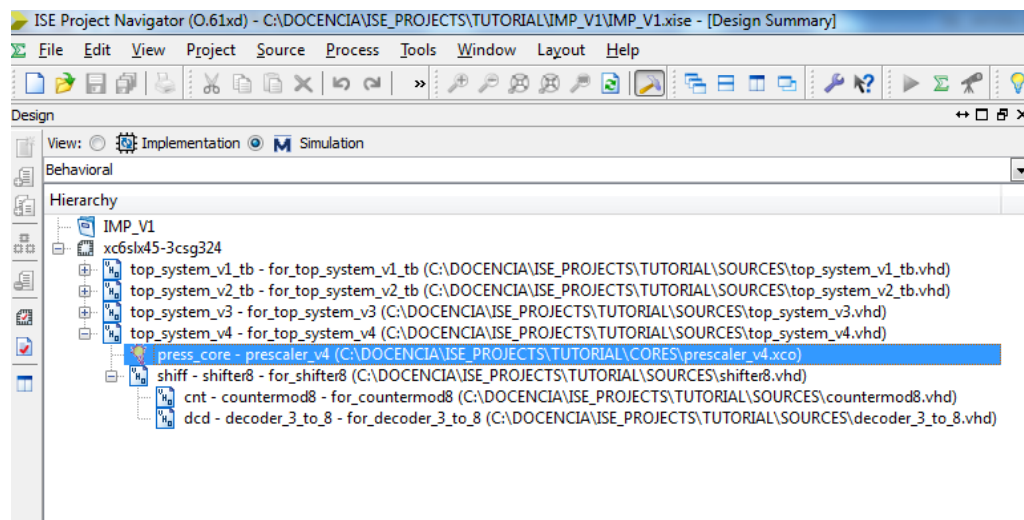

Figura 44.- Prescaler implementado con el CORE Generator.
- *Prescaler_v4.xco*: este fichero almacena la información de configuración del módulo generado y se usa como fichero fuente para el proyecto como se puede ver en la Figura 44.